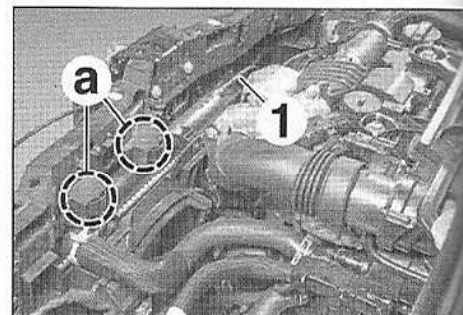

FIG.35
- Débrancher le tuyau de dégazage (1) (Fig.35).